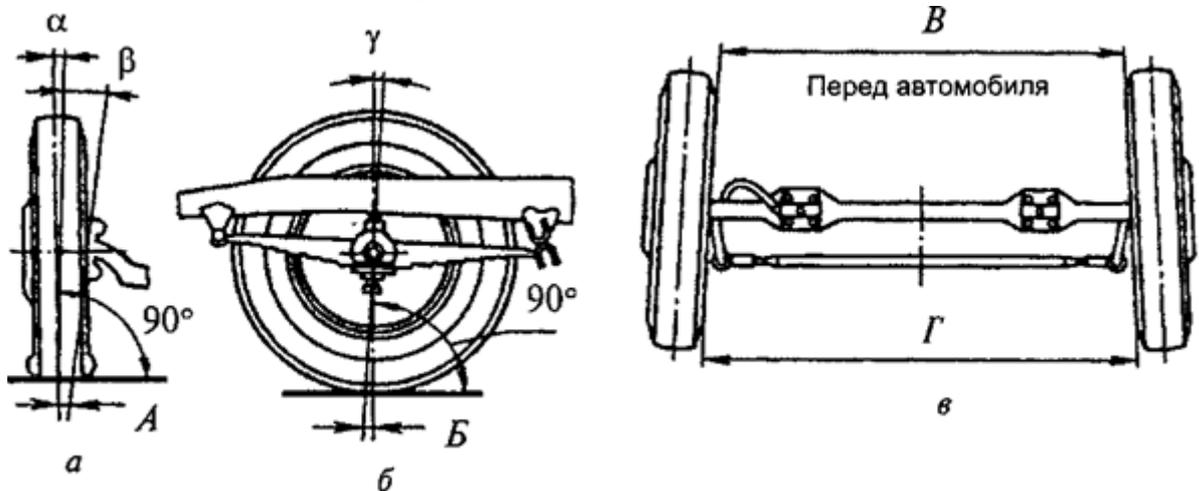

Рис. 1.10. Углы установки и стабилизации колес
62. УГОЛ α НА РИС. 1.10, а:
64. УМЕНЬШЕНИЕ ПЛЕЧА ОБКАТА А НА РИС. 1.10, А: